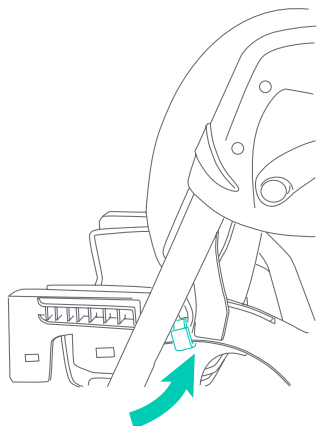

Fig. 22b
- Conecta cada gancho de anclaje del la almohadilla del asiento al lado del reposabrazos del asiento (Fig. 22b).